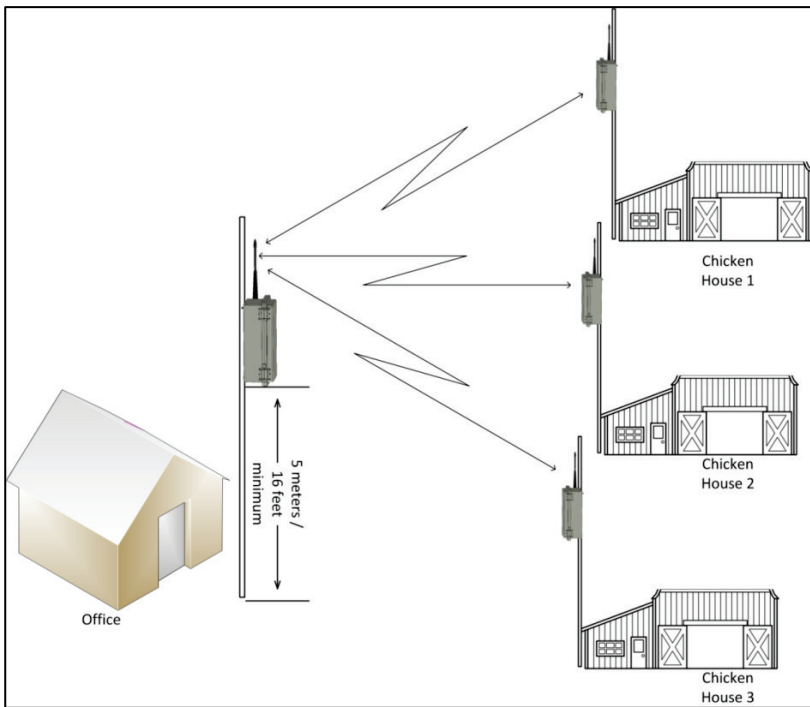
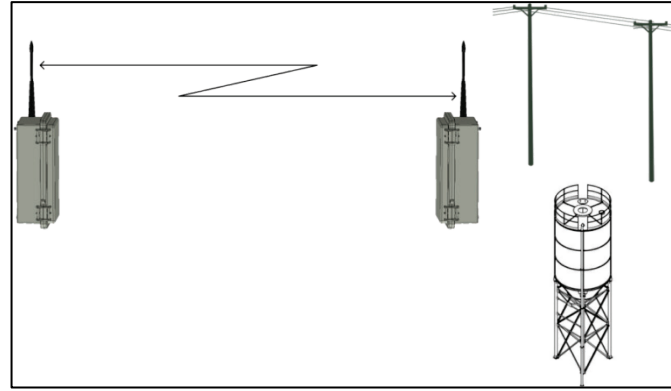

图 11: 在相邻鸡舍边安装
图 14: 畅通的传输通道
- 确保 RLINK One 单元之间无金属障碍物或电线(图 11 和 图 14). 这些物体会产生电磁干扰.
- 天线杆 (图 14):